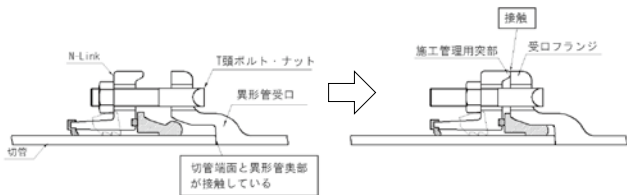

図60 N-Linkの接合方法
- ⑤切管端面が異形管奥部に当たるまで挿入した後、T頭ボルト・ナットを受口フランジおよびN-Linkのボルトあなにセットし(図60左)、押輪と同様の方法で、N-Linkの施工管理用突部と受口端面が接触するまでT頭ボルトを締め付ける(図60右)。接合する際は、受口に対して挿し口がまっすぐになるように固定すること。締め付け完了後、N-Linkの施工管理用突部と受口端面に隙間がないことを隙間ゲージ(厚さ0.5mm)で確認する。また、締め付けたT頭ボルト・ナットのナットが全て緩んでいないことを確認する。表15に接合に必要なT頭ボルト・ナット数および施工管理用突部の箇所数を示す。